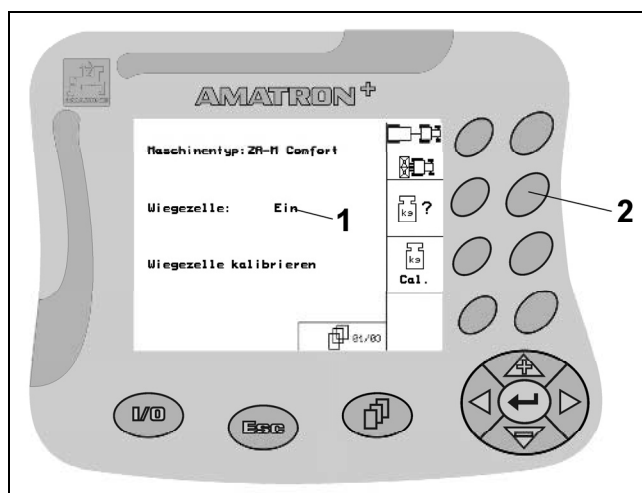

Fig. 15
- Trykk en gang på funksjonstasten (Fig. 15/2)
➡ Funksjon **På** (Fig. 15/1).